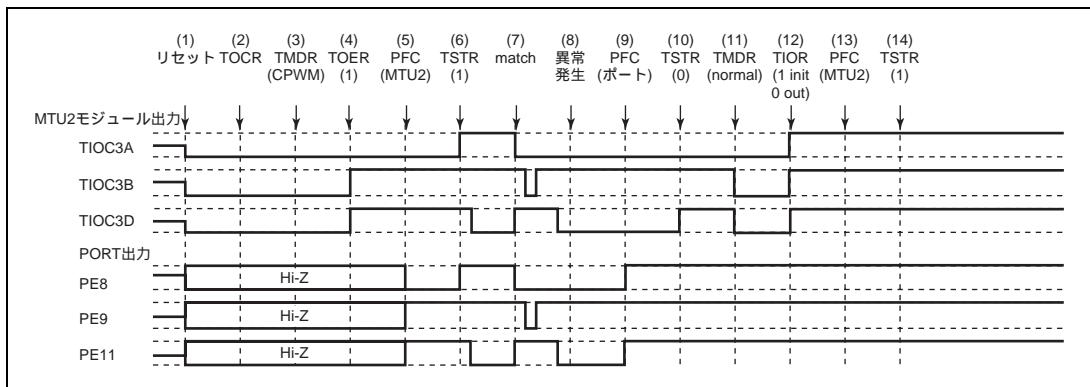

図 10.158 相補 PWM モードで異常が発生し、ノーマルモードで復帰する場合
相補 PWM モードで異常が発生し、再設定後ノーマルモードで再スタートする場合の説明図を図 10.158 に示します。
(1) ~ (10) は図 10.158 と共通です。
(11) PWM モード 1 を設定してください (MTU2 出力はローレベルとなります)。
(12) TIOR で端子を初期化してください (PWM モード 1 では TIOC*B 側は初期化されません)。
(13) PFC で MTU2 出力としてください。
(14) TSTR で再スタートします。
(23) 相補 PWM モードで動作中に異常が発生し、相補 PWM モードで再スタートする場合の動作
(11) PFC で MTU2 出力としてください。
(12) TSTR で再スタートします。
(13) コンペアマッチの発生により相補 PWM 波形を出力します。
(24) 相補 PWM モードで動作中に異常が発生し、相補 PWM モードで新たに再スタートする場合の動作
(11) ノーマルモードを設定し新しい設定値を設定してください (MTU2 出力はローレベルとなります)。
(12) TOER でチャネル 3、4 の出力を禁止してください。
(13) TOCR で相補 PWM モードの出力レベルと周期出力の許可禁止を選択してください。
(14) 相補 PWM を設定します。
(15) TOER でチャネル 3、4 の出力を許可してください。
(16) PFC で MTU2 出力としてください。
(17) TSTR で再スタートします。
(25) 相補 PWM モードで動作中に異常が発生し、リセット同期 PWM モードで再スタートする場合の動作
(11) ノーマルモードを設定してください (MTU2 出力はローレベルとなります)。
(13) TOCR でリセット同期 PWM モードの出力レベルと周期出力の許可禁止を選択してください。
(14) リセット同期 PWM を設定します。
(26) リセット同期 PWM モードで動作中に異常が発生し、ノーマルモードで再スタートする場合の動作